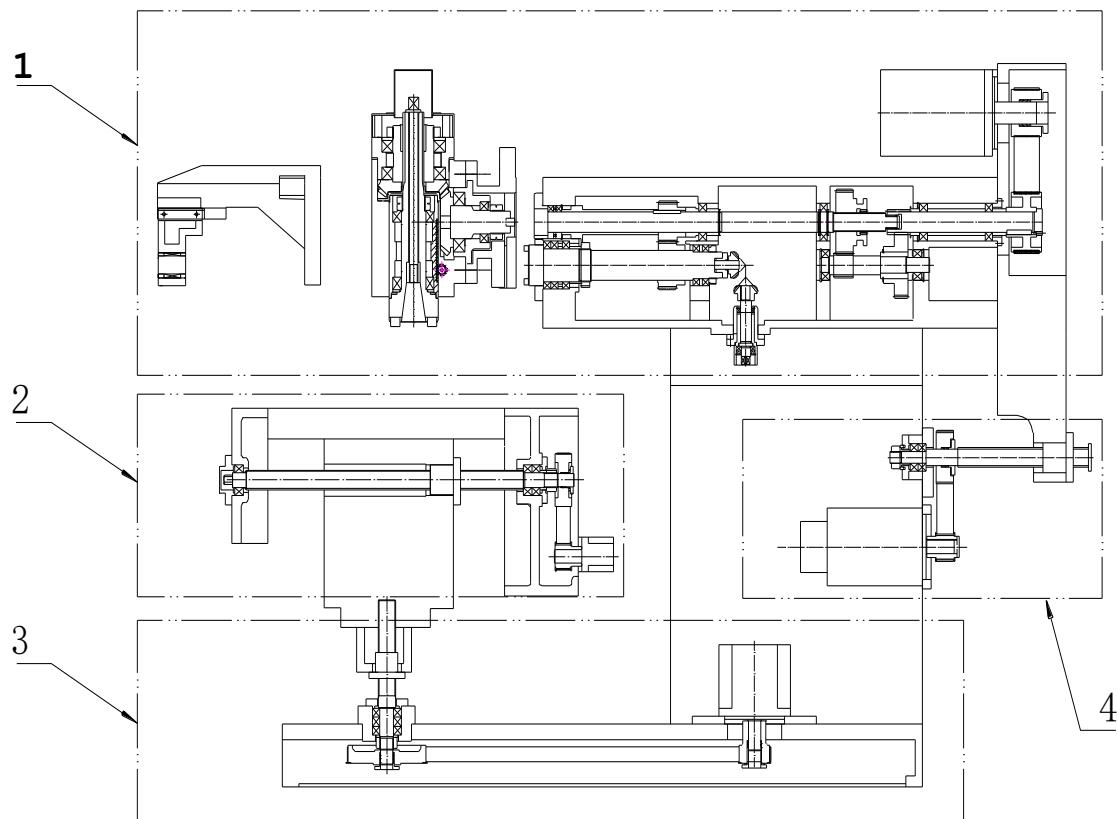
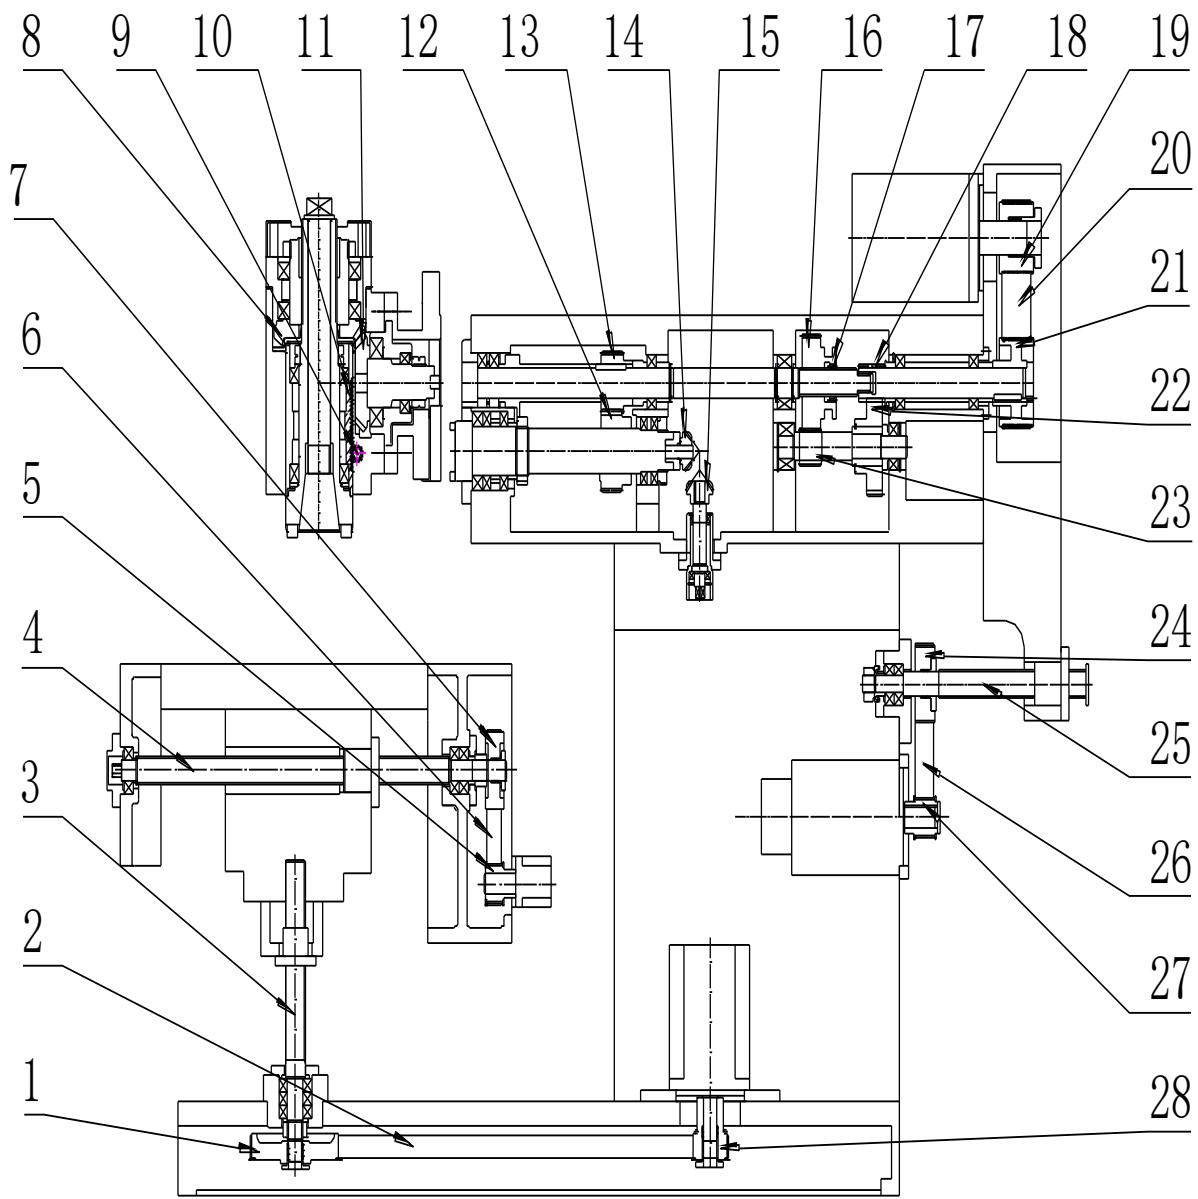

Рис. 10 Кинематическая схема станка
Рис. 11: Схема деталей кинематики станка
1) Система привода шпинделя (см Рис. 10 и Рис. 11)
Система привода шпинделя состоит из коробки скоростей ползуна и фрезерной головки. См. блок 4 на Рис. 10. Детали передачи см. на Рис. 11. Принцип работы системы подачи состоит в следующем: На валу серводвигателя с фланцем находится малый многоручьевой шкив 19 для передачи усилия на большой многоручьевовой шкив 21, расположенный на ведущем валу коробки скоростей ползуна, посредством клинового ремня 20. Шестерня (шестерня 18) на ведущем валу
2) Привод подачи по оси X (см. Рис. 10, Рис. 11)
Привод подачи по оси X показан в блоке 2 на Рис. 10; детали трансмиссии см. на Рис. 11, а ниже описывается принцип действия: В качестве двигателя подачи по оси X используется серводвигатель, который вместе с зубчатым шкивом и зубчатым ремнем установлен с левой стороны вертикального рабочего стола. Вращение от двигателя передается посредством шкива 5, зубчатого ремня 6 и зубчатого шкива 7 с передачей усилия на ШВП 4 оси X для продольного перемещения рабочего стола.
3) Привод подачи по оси Y (см. Рис. 10, Рис. 11)
Привод подачи по оси Y показан в блоке 4 на Рис. 10; детали системы подач см. на Рис. 11, а ниже описывается принцип действия:
4) Привод подачи по оси Z (см. Рис. 10, Рис. 11)
Привод подачи по оси Z показан в блоке 3 на Рис. 10; детали системы подач см. на Рис. 11, а ниже описывается принцип действия: